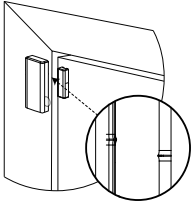

Figura 3: Device and magnet position on door and door frame
propia puerta o ventana, alineado de acuerdo con las marcas de ubicación. Ver a Figura 3.
3. Atornille la base magnética a la puerta alineándola con el receptor. Ver a Figura 3. Ver más en Posiciones típicas del interruptor de láminas (reed switch)